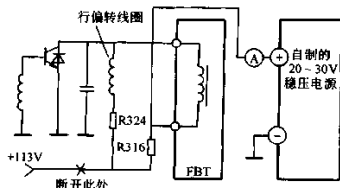

图 5-57 诊断松下 TC-2163DR 行输出级质量示意图
2) 断开行输出级的供电必须是彻底断开，如图 5-57 所示松下 TC-2163DR 等机芯，在断开 R316 电阻的同时，还必须断开 R324 电阻，否则会造成误判。